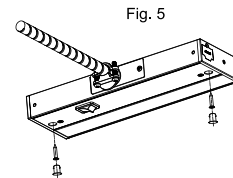

Fig. 5
4. A) Fixez le luminaire à la surface du montage à l'aide de vis à bois à tête plate (fournies). Veillez à ne pas enfoncer les vis à travers le bas de l'armoire. Utilisez des vis plus courtes si nécessaire (fournies par d'autres). Une fois que le support est bien fixé à la surface, insérez les caches des trous de vis (Fig.5).